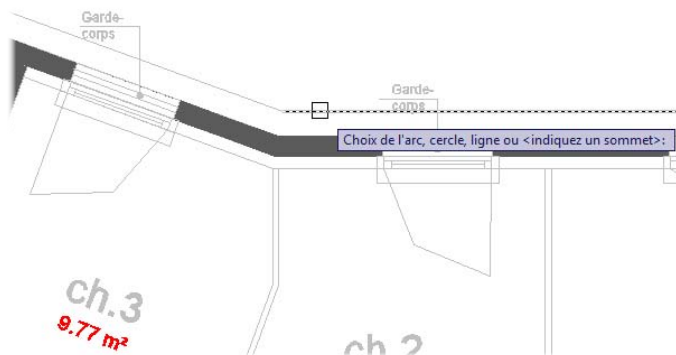

Figure 5.70
1. Après avoir sélectionné l'outil Cotation angulaire, spécifiez le choix de la ligne de départ de l'angle (voir Figure 5.70).